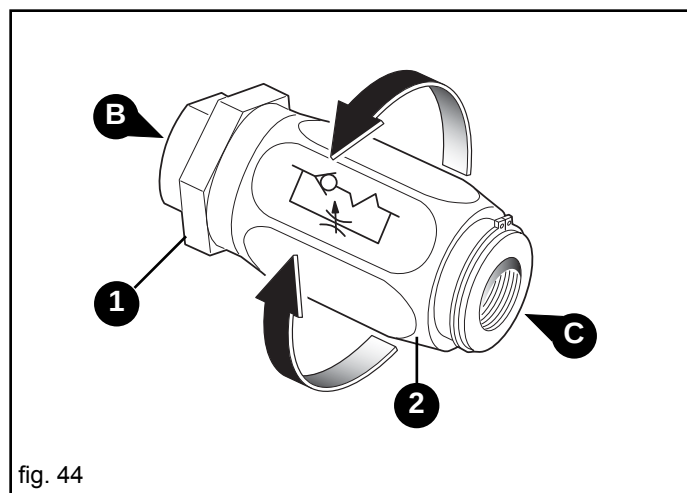

fig. 44
Die mitgelieferten öldynamischen Anlagen sind mit Flußreglern (Abb. 44) ausgestattet, die eine Einstellung der Ölmenge beim Öffnen oder Schließen je nach Montagerichtung derselben ermöglichen:
- Fluß von **B** nach **C** frei (Abb. 44);
- Fluß von **C** nach **B** gedrosselt (Abb. 44).
Die Feststellnutmutter (1, Abb. 44) lockern und den Drehknopf (2, Abb. 44) zwecks Einstellung drehen. Nach der Einstellung ist die Feststellnutmutter wieder festzuziehen.